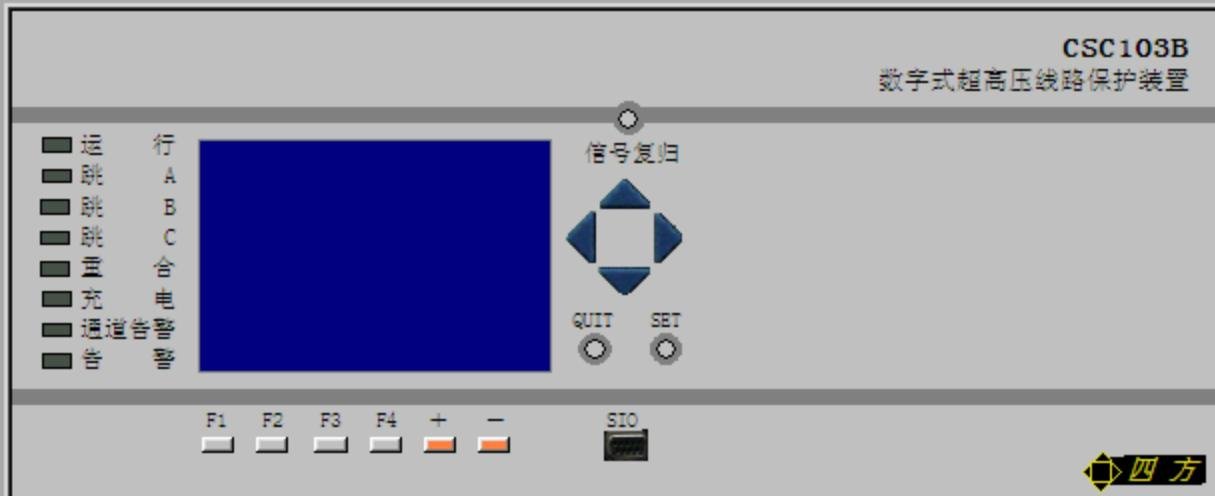
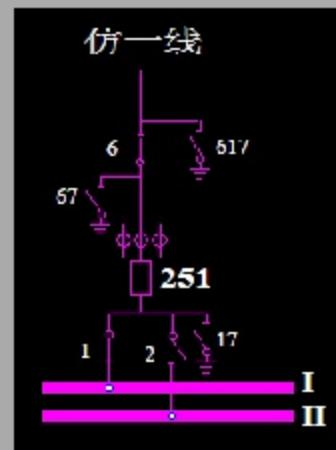

图1
图2
4. 220kV仿一线的保护装置为CSC—103，如图1。当220kV仿一线正常运行时，2516隔离开关A相发生绝缘套管闪络，造成单相永久故障，如图2。故障后该装置面板上状态为亮的信号灯有：（）